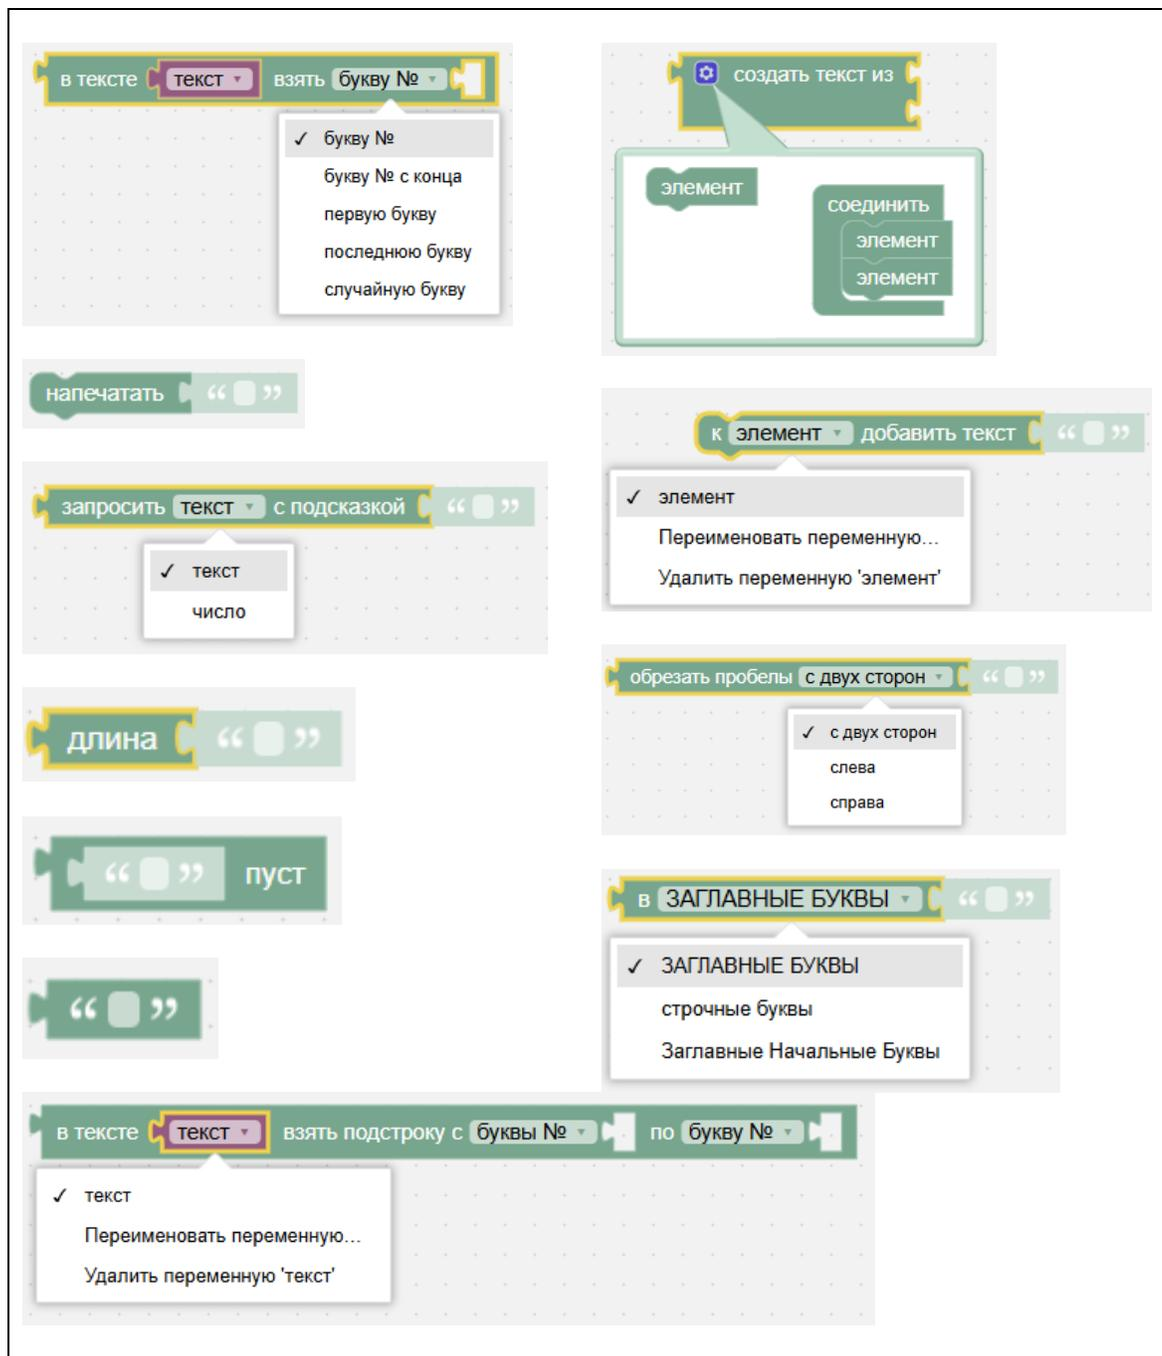

Рисунок 53 – Блоки «Текст»
3. «Текст» – работа с текстом (см. Рисунок 53).